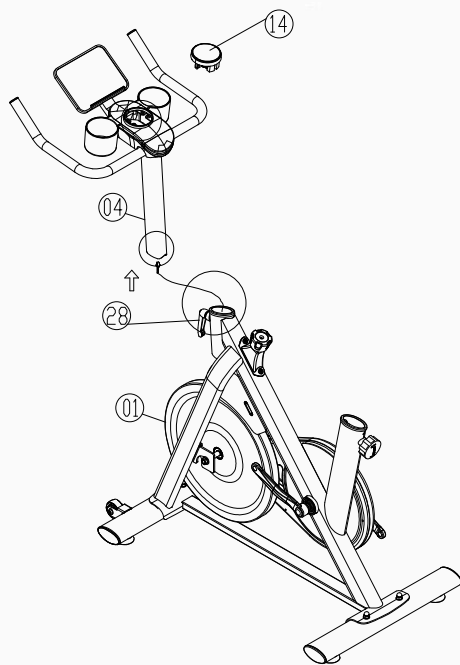
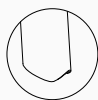

Figura 7
Figura 7.1
7. Pase el cable del sensor instalado en el tubo vertical (pieza 04) a través del conjunto del tubo vertical (pieza 01) y, a continuación, conecte el cable a la pantalla electrónica (pieza 14), como se muestra en la figura 7.1. Fije el conjunto del tubo vertical (pieza 04) al conjunto del marco principal (pieza 01) mediante la perilla de ajuste en forma de L (pieza 28), como se muestra en la figura 7.